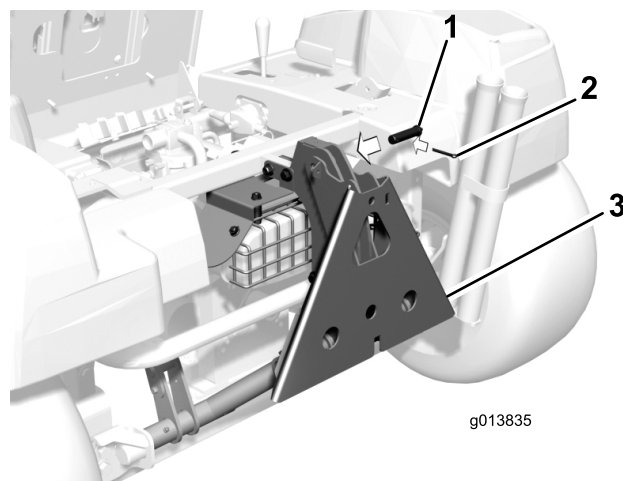

図 11
15. クレビス・ピンとコッター・ピンで、QAS アダプタ・フレームをローラ・プレートに固定する（図 11）。